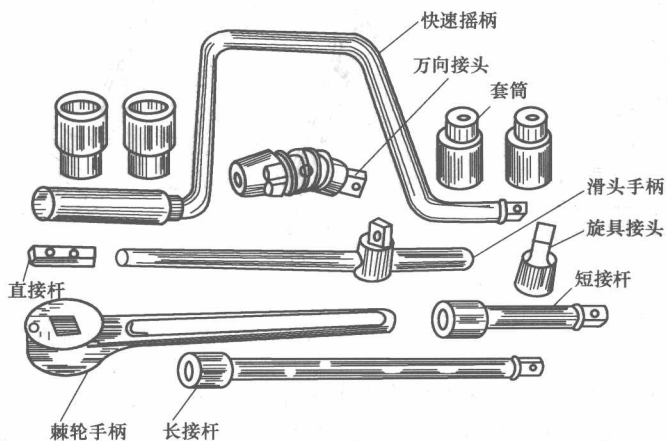

图 1-7 套筒扳手
1) 套筒扳手如图 1-7 所示, 操作时应选用合适的套筒扳手, 接杆和套筒连接时要配合到位, 操作时要选好旋转开关的方向。